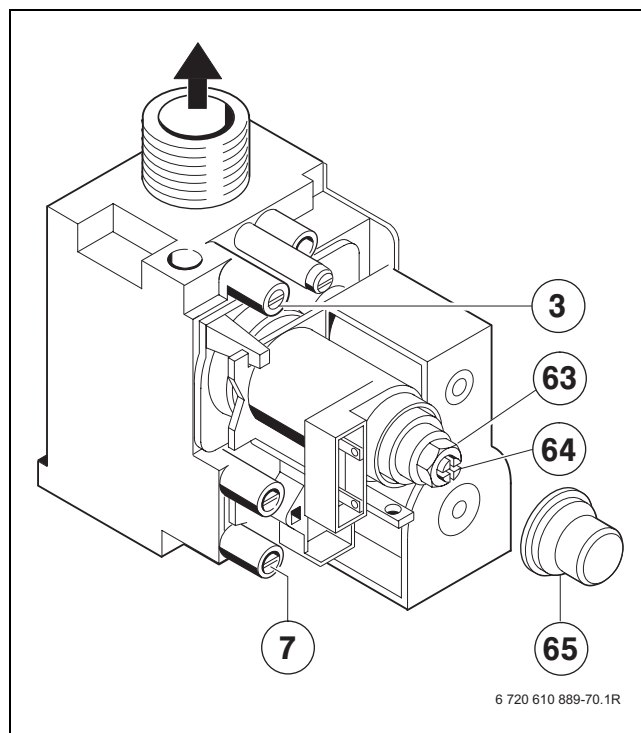

Fig. 39
- ▶ Allentare la vite di tenuta sull'attacco di misurazione per la pressione agli ugelli (Fig 39, pos. 3) e collegarvi il manometro gas.
- ▶ Disattivare elettricamente l'apparecchio e chiudere il rubinetto del gas. Scollegare il manometro gas e stringere bene la vite di tenuta (Fig 39, pos. 7).
- ▶ Rimuovere il sigillo in plastica (Fig 39, pos. 65).
- ▶ Rilevare la pressione «max» agli ugelli dalla tabella a pagina 40. Impostare la pressione agli ugelli tramite il dado di regolazione gas portata massima (Fig 39, pos. 63). Rotazione a destra più gas, rotazione a sinistra meno gas.
- ▶ Rilevare la pressione agli ugelli (mbar) in funzionamento «min» dalla tabella riportata a pagina 40. Regolare la pressione agli ugelli tramite la vite di regolazione gas (Fig 39, pos. 64) **non usando cacciaviti magnetici**.
- ▶ Spegner l'apparecchio e chiudere il rubinetto del gas. Scollegare il manometro e stringere bene la vite di tenuta (Fig 39, pos. 3).
- ▶ Svitare per 2-3 giri la vite di tenuta (Fig 39, pos. 7) e collegare alla sua presa il manometro gas.
- Rimuovere il sigillo in plastica (Fig 39, pos. 65).
- Rilevare la portata del gas «max» indicata dalla tabella a pagina 40. Impostare la portata del gas tramite il contatore del gas con il dado di regolazione (Fig 39, pos. 63). Rotazione a destra più gas, rotazione a sinistra meno gas.
- Rilevare la portata del gas «min» indicata dalla tabella a pagina 40. Impostare la portata del gas tramite lettura al contatore del gas con la vite di regolazione (Fig 39, pos. 64).